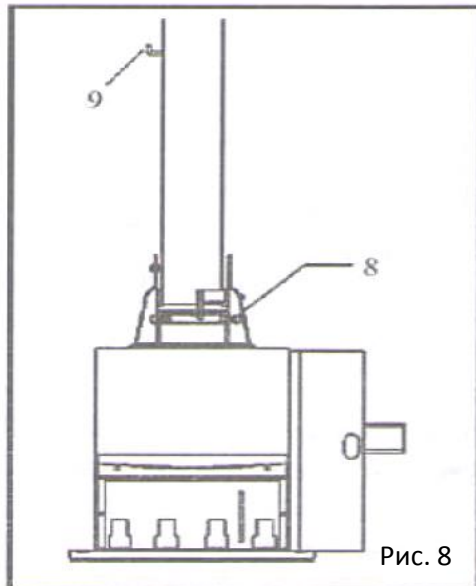

Рис. 8
Затяните винт (8), как показано на рис. 8.